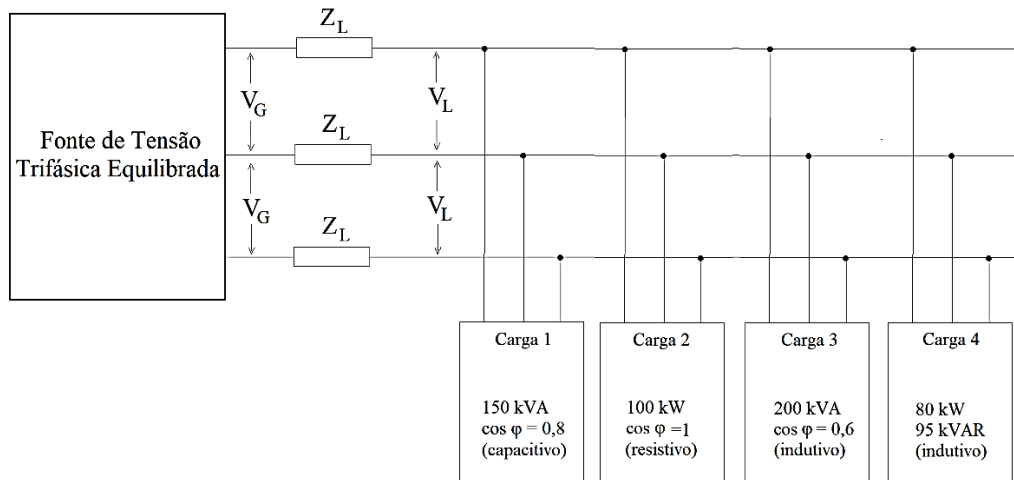

Figura 11
15. Uma fábrica possui quatro cargas trifásicas equilibradas, cujas características são mostradas na Figura 11. A impedância de linha Z_L , cujo valor é $0,02 + j0,05 \Omega$, modela a instalação elétrica dessa fábrica a partir da fonte de tensão trifásica equilibrada até a conexão com estas quatro cargas.